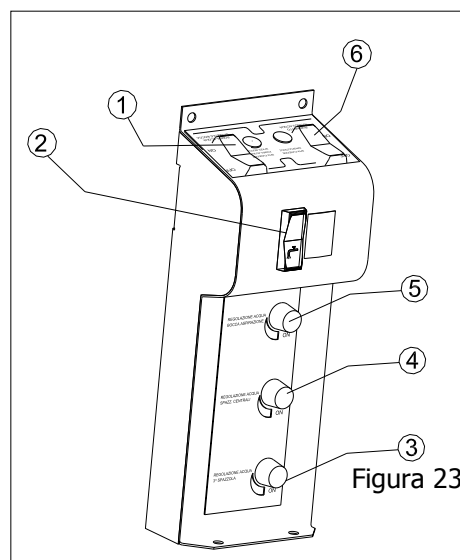

Figura 23
- Sulla colonna a sinistra premere il tasto **POS 2** [Vedi Figura 23]
- A lavoro terminato ricordarsi di disinserire sempre il tasto **POS 2** [Vedi Figura 23].